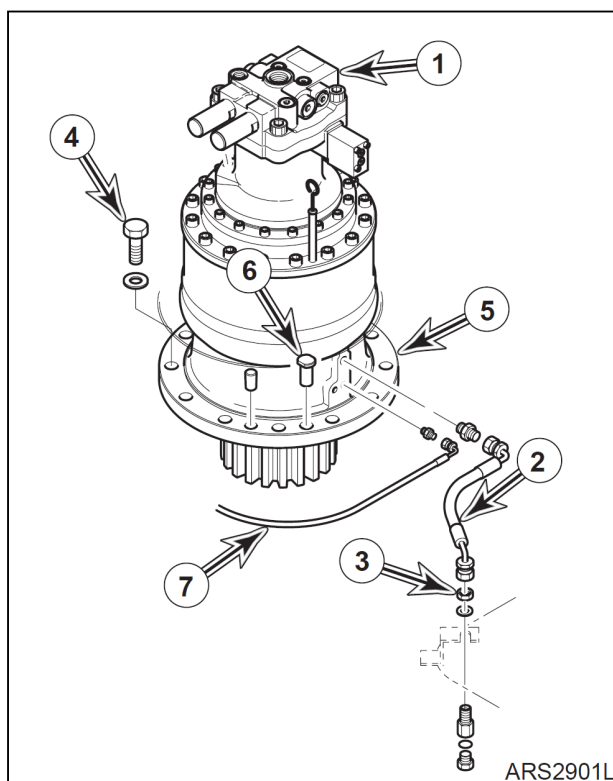

Рис. 34
2. Убедитесь, что установочные штифты (6, рис. 34) установлены во фланце редуктора поворота (5).
3. При помощи подходящего подъемного устройства поднять двигатель поворота (1, рис. 34) и редуктор (5) и установить.
4. Установите 12 болтов с шайбами (4, рис. 34), чтобы закрепить редуктор поворота (5) на раме.
5. Подсоединить шланг (2, рис. 34) к основной раме, затянув гайку (3).
6. Соедините магистраль смазывания консистентной смазкой (7, рис. 34) с редуктором (5).
7. Подключить шланги к двигателю поворота (1, рис. 34), соблюдая их маркировку.